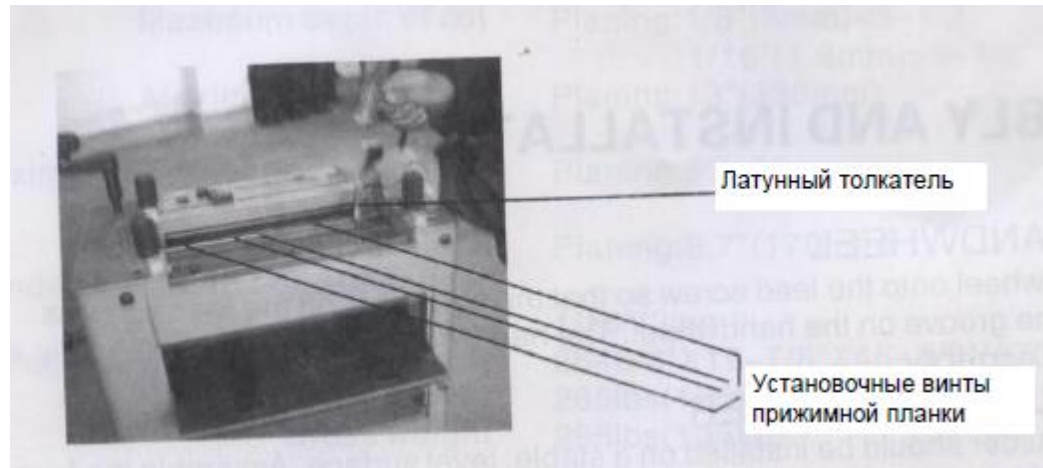

Рис.5
4. Забить все прижимные планки вниз в паз режущего вала с помощью латунного толкателя и молотка. Убедиться, что все прижимные планки свободны и могут перемещаться. **Рис.5**